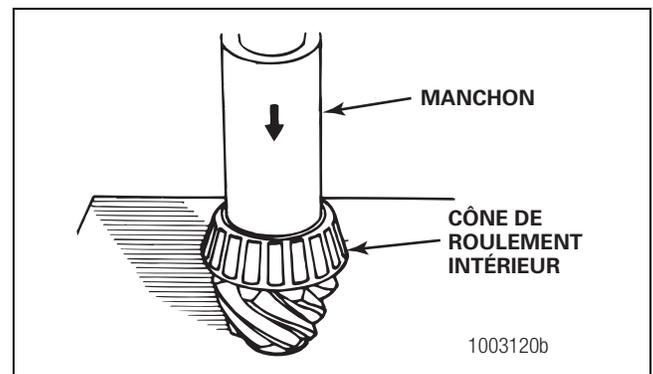

Figure 5.2
- Placer le pignon d'attaque dans une presse en orientant la tête (denture) vers le bas. Figure 5.2.